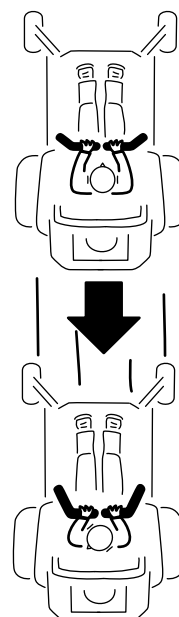

Figura 28
2. Per fare marcia indietro tirate lentamente indietro le leve di comando del movimento (Figura 28).